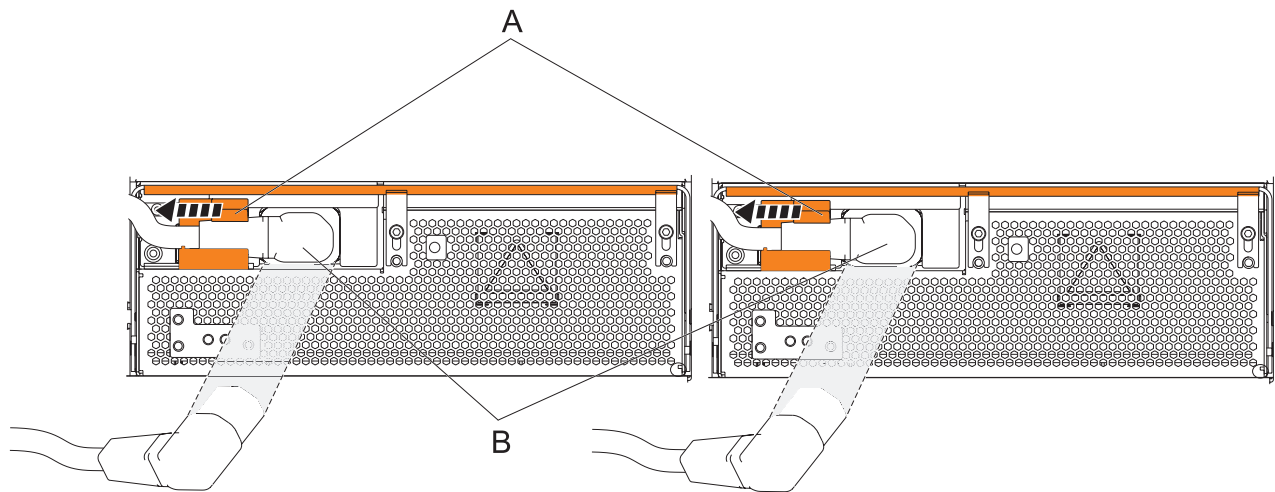

Figura 97. Desconexión de los cables de alimentación OCA
- a. Deslice los soportes de los cables de alimentación (**A**) a la izquierda, situados en la parte frontal de los dos OCA. Consulte Figura 97 en la página 147.